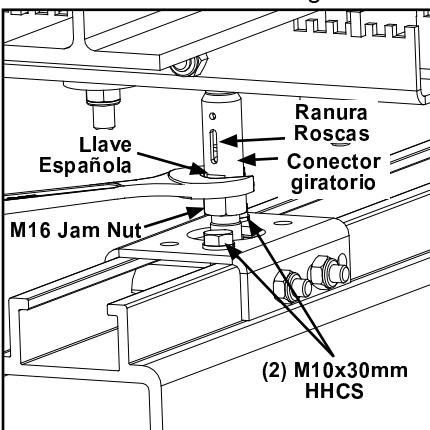

Figura 3-57
- Paso 2. Verifique que las roscas estén visibles en las ranuras cuando termine de nivelar el sistema. Vea Figura 3-57.
- Paso 4. Apriete dos (2) M10 x 30 mm HHCS para asegurar soporte de montaje al Riel. Apriete tornillos hasta que arandelas queden planas. No apriete de más. Vea Figura 3-57.
- Paso 5. Apriete Tuercas de bloqueo M16 en conector de varilla para asegurararlo. Vea Figura 3-57.